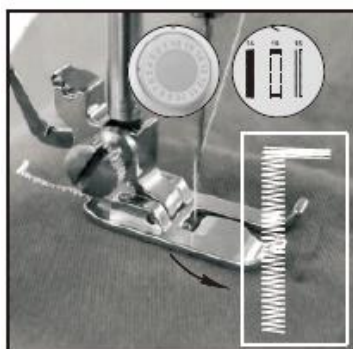

Abb. 16
- 3) Wählen Sie Stich Nr. 7, schalten Sie den Schalter ein und nähen Sie die entsprechende Knopflochlänge auf dem Kleidungsstück, schalten Sie den Schalter dann aus. Versuchen Sie in einer geraden Linie zu nähen (Abb. 16).